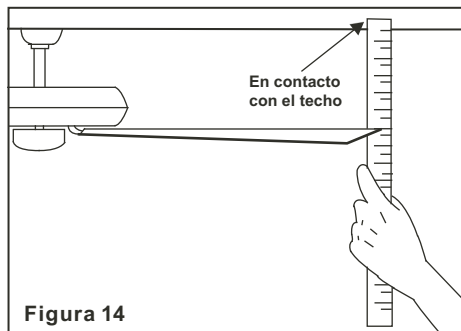

Figura 14
2. La mayoría de los problemas de oscilación se originan cuando los niveles de las aspas son desiguales. Revisar esté nivel por medio de seleccionar un punto del techo por encima de la punta de una de las aspas. Medir esta distancia como se muestra en la Figura 14. Rotar el ventilador hasta que la siguiente aspa esté ubicada para medición. procedimiento para cada aspa. Las medi repetir el das hacer fucional deben mantenerse dentro de 1/8 pulgadas (3mm).